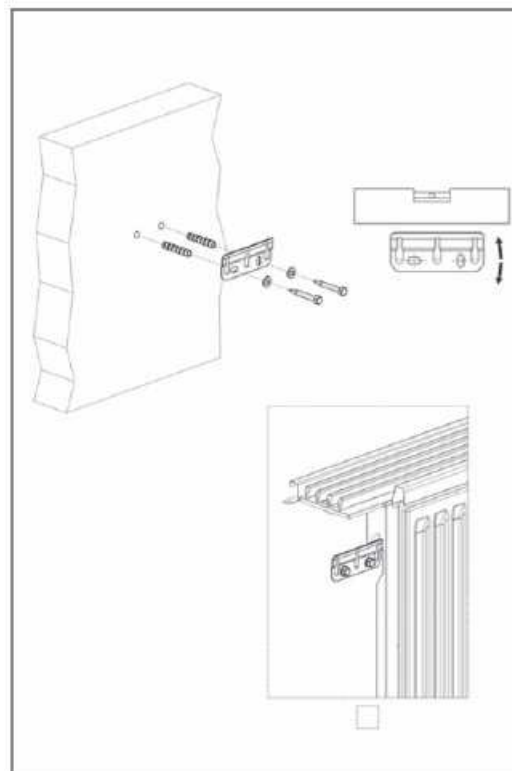

Fig.3
- monter l'unité sur les petits étriers de fixation (figure 3)